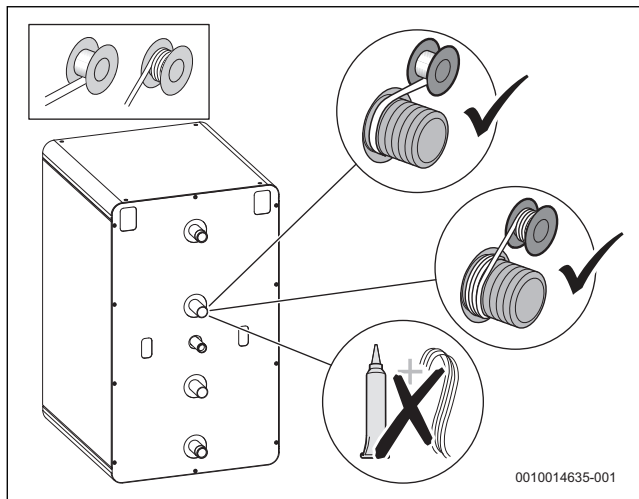

Fig. 64 Préparation des raccords d'eau
- Appliquer un ruban en téflon ou la ficelle en téflon Fig. 64